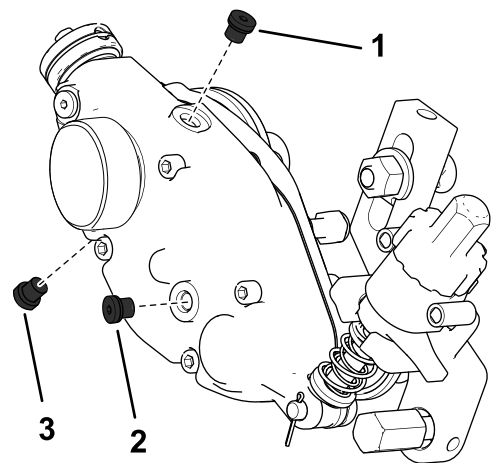

Bild 30
2. Entfernen Sie die Ablassschraube unten am Gehäuse (Bild 30).
3. Entfernen Sie die Füllschraube an der Seite des Gehäuses und lösen Sie die Entlüftungsschraube oben, damit Luft eintreten kann (Bild 30).